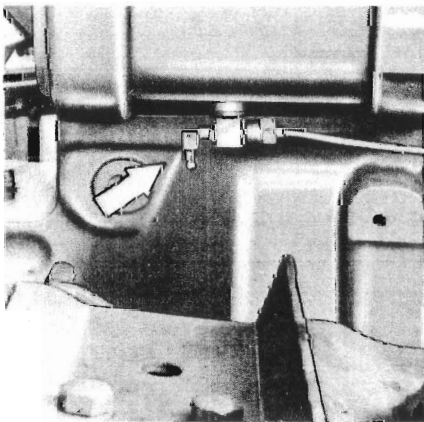

Fig. 5 - Rubinetto serbatoio combustibile : aperto
- Assicurarsi che nel serbatoio sia contenuto gasolio sufficiente e che il rubinetto (fig. 5) posto sotto il serbatoio, sia aperto.